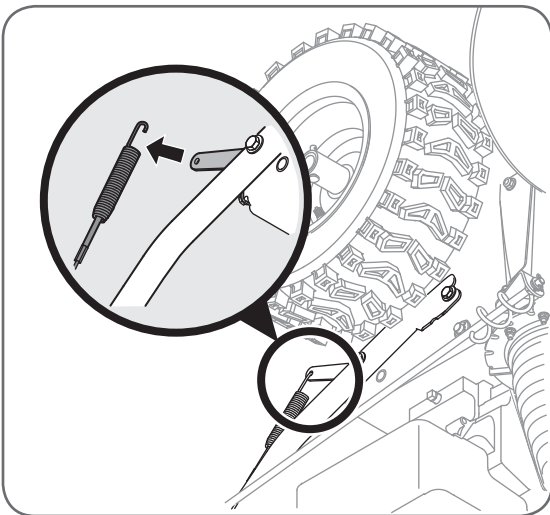
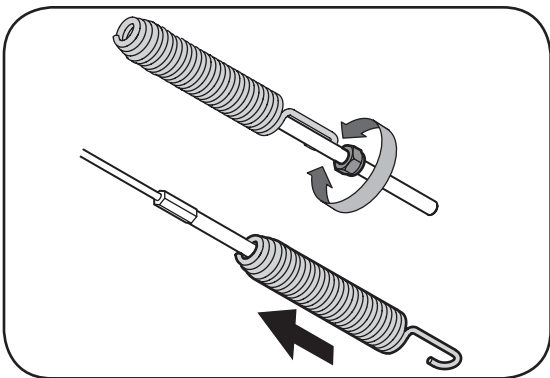

Figure 12
Figure 13
- Débrayez la commande et placez-la en position «relevée» (voir la Figure 11B). Le câble doit présenter très peu de jeu sans toutefois être tendu. Voir la Figure 12.
- Pour ajuster à nouveau le câble de commande, décrochez le ressort (sur l'extrémité du câble de la tarière) du support de l'actionneur. Voir la Figure 12. Poussez le raccord du câble dans l'extrémité du ressort pour dégager l'écrou de blocage. Voir la Figure 13.
- Desserrez l'écrou de blocage qui se trouve sur le câble de la commande de l'entraînement et dévissez le câble d'un tour complet. Voir la Figure 13.